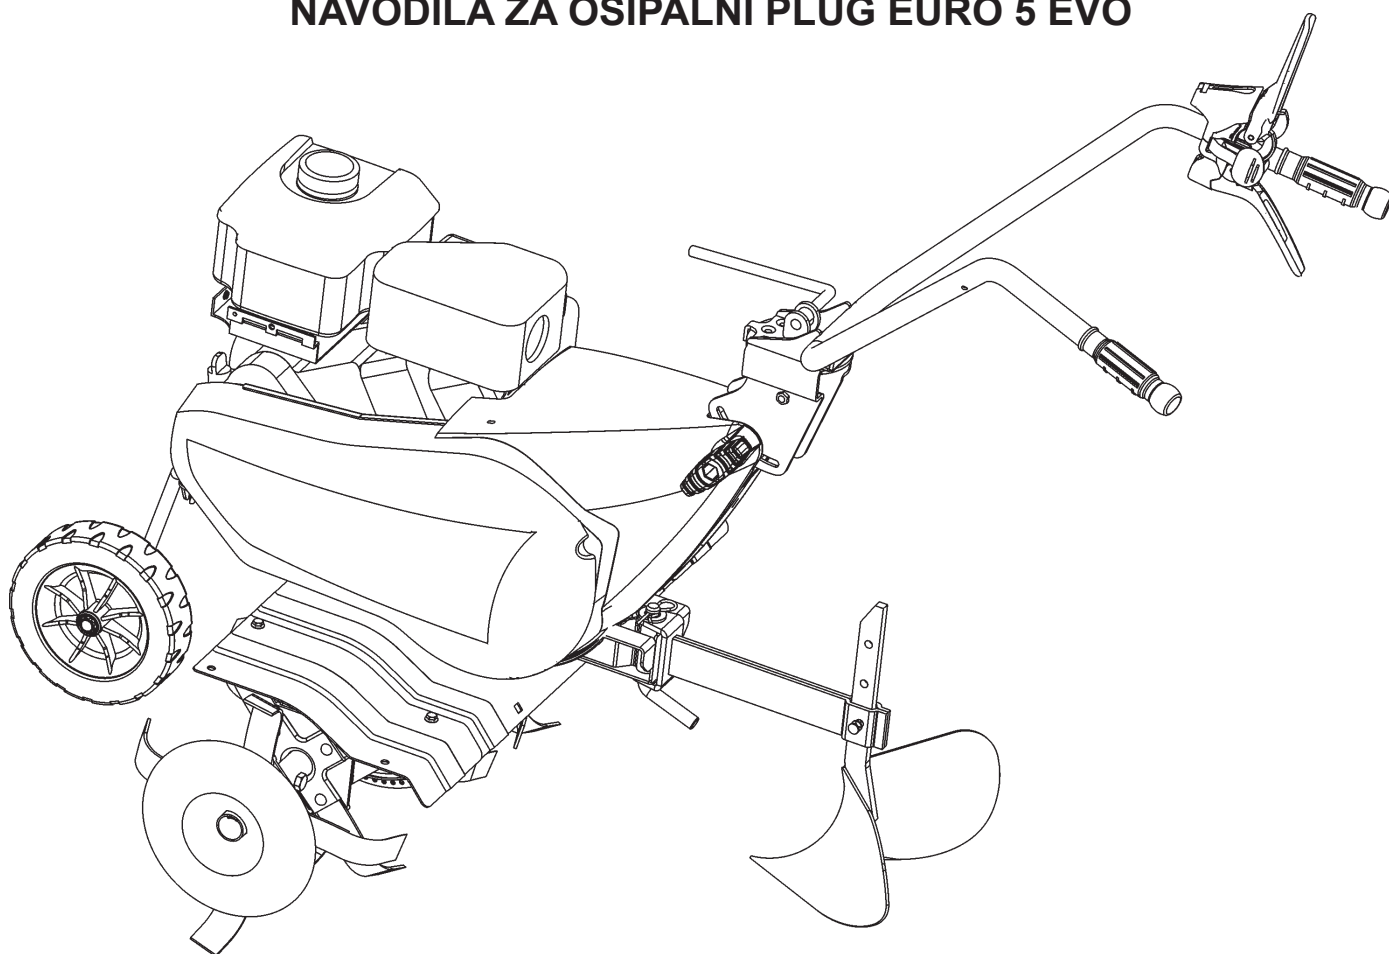

Fig. 1
Montaggio rinalzatore (Fig.1): Sostituire lo sperone, in dotazione alla macchina, con il braccio timone (1) e posizionarlo come in figura. Per bloccarlo passare il perno (2) nei due fori e all'interno della sede (A) della macchina quindi posizionare la rondella (3) e bloccare con la spilla Ø 3 (4). Inserire il rinalzatore (5) nella sede (B) del braccio timone (1) introdurre la spina (6) nel foro (C) e bloccare con la spilla Ø 2 (7).
Ridging plough assembly (Fig. 1): change the spur , which is equipped to the machine, using the bracket (1) and position it as shown in the picture. In order to tighten it insert the pin (2) into the 2 slots and inside the seat (A) of the unit then position the washer (3) and tighten with a pin Ø 3 (4). Insert the plough (5) into the seat (B) of the bracket (1) insert the stud (6) into the slot (C) and tighten with the pin Ø 2 (7).
Montage du butteur : (Fig.1) remplacer l'éperon de la machine avec le bras de l'éperon et le positionner comme indiqué dans la figure.
Montage Häufelkörper (Abb.1) : Der Bremssporn wird von der Grundmaschine abgehängt und gegen den Ausleger (1) ausgewechselt, dann wird den Ausleger wie in der Abbildung gezeigt eingeführt.